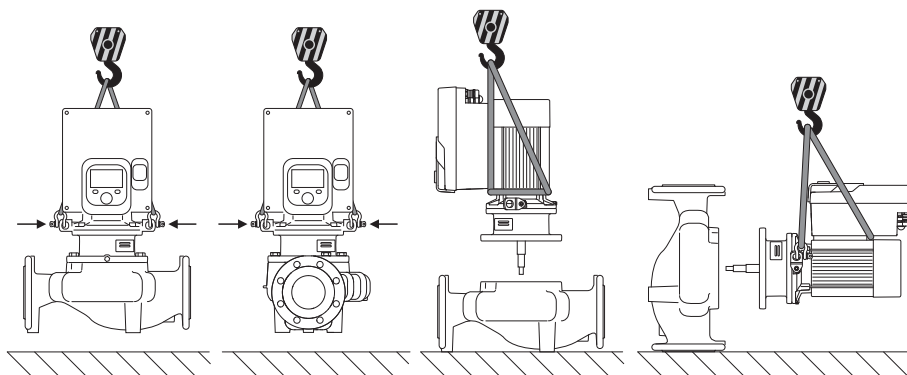

Fig. 6: Sens de levage
La pompe doit être transportée à l'aide d'accessoires de levage homologués (p. ex. palan, grue, etc.). Les accessoires de levage doivent être fixés sur les œillets de transport présents sur la bride du moteur. Pousser les boucles de levage, si nécessaire, sous la plaque d'adaptation (Fig. 6).
1. Laisser deux œillets de transport (Fig. I, pos. 30) libres sur la bride de moteur.
2. Fixer le kit embrochable (Fig. 4) sur les œillets de transport pour le sécuriser avec des instruments de levage appropriés. Pour empêcher l'unité de basculer, attacher une sangle autour du moteur et de l'adaptateur du module électronique comme indiqué à la Fig. 6. Veiller à ne pas endommager le module électronique en fixant la sangle.
3. Desserrer les vis (Fig. I/II, pos. 29) et les retirer.